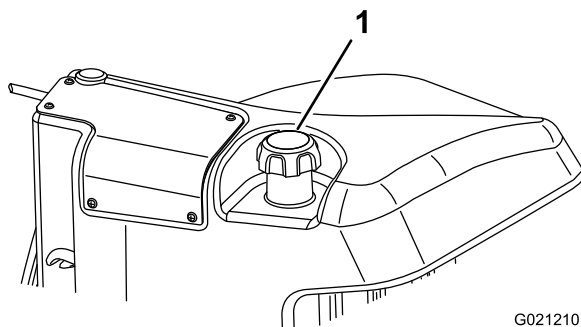

Figura 32
3. Togliete il tappo dal serbatoio carburante (Figura 32).